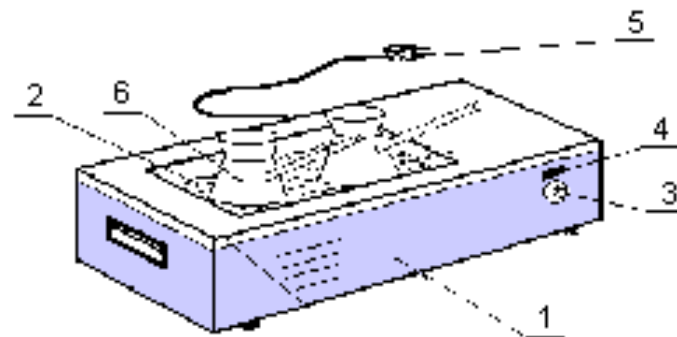

Рисунок 1
5.1 Электроаппарат для приготовления кофе имеет корпус 1 прямоугольной формы (см. рис.1) со специальной емкостью для песка 2. На корпусе смонтированы датчик-реле температуры 3, индикатор световой 4, шнур соединительный 5.